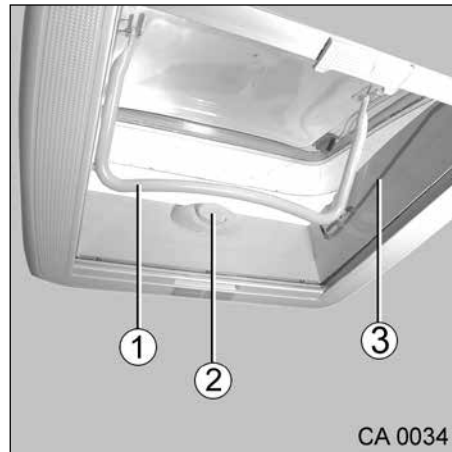

Fig. 13 Mini-Heki
1. Appuyer sur le bouton-poussoir (Fig. 13, pos. 2) et tirer simultanément l'étrier (Fig. 13, pos. 1) vers le bas dans la rainure de guidage (Fig. 13, pos. 3) en passant devant le bouton-poussoir (Fig. 13, pos. 2).
1. Fermer le lanterneau en tirant l'étrier (Fig. 13, pos. 1) vers le bas.
2. Bloquer l'étrier (Fig. 13, pos. 1) au moyen du bouton-poussoir (Fig. 13, pos. 2).